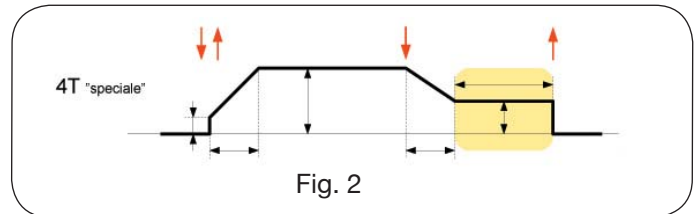

Fig. 2
3.3 PANEL DESCRIPTION (fig. 2)